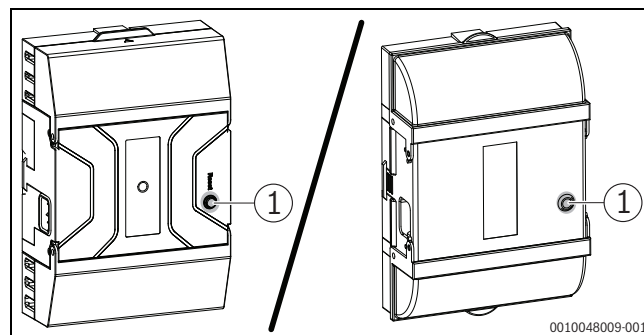

Рис. 85 Сброс неисправностей на автомате горения
- Удерживайте нажатой кнопку «подавления помех» на автомате горения не менее 5 секунд (→ рис. 85). Неисправность больше не будет показана на дисплее.